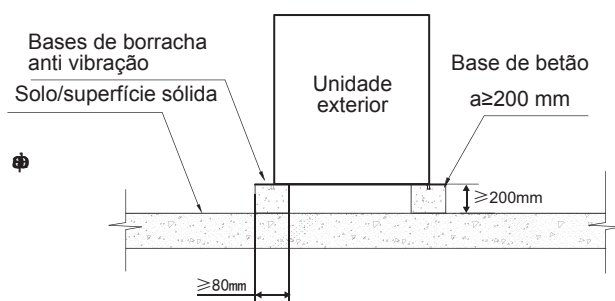

Fig. 6-5. Vista frontal da estrutura da base
- 4) É apresentado um desenho de base em betão típico na Fig. 6-5. Uma especificação típica de betão é de 1 parte de betão para 2 partes de areia e 4 partes de brita com barra de reforço de aço. As arestas da base deverão ser chanfradas.